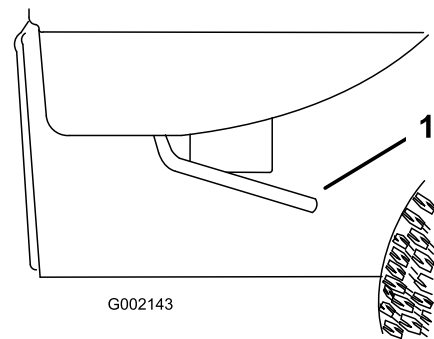

Bild 26
1. Heben Sie den Hebel an beiden Seiten der Ladepritsche an und heben Sie die Ladepritsche an (Bild 26).